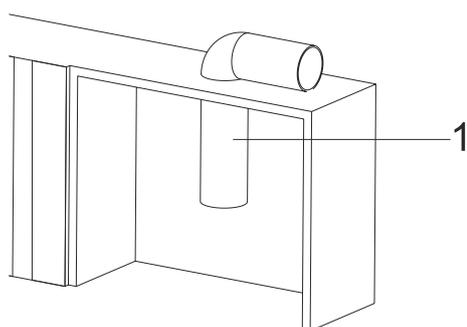

Fig. 11
2. Trazer o tubo de exaustão do ar até ao compartimento no qual o aparelho será montado (Fig. 11).